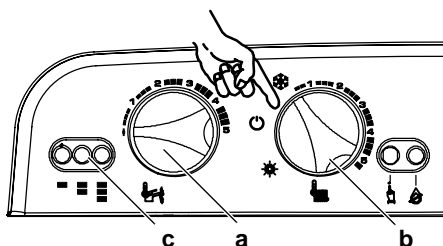

Fig. 2.2 Tablero de mandos sanitario/calefacción
- 2 Alimente eléctricamente la caldera accionando el interruptor bipolar previsto en la instalación; el indicador luminoso **c** en **Fig. 2.2** hace un breve centelleo cada 4 segundos aproximadamente.
- 3 Gire el selector Selector de función/Manivela de regulación de la temperatura de calefacción **b** como se indica en la **Fig. 2.2**.